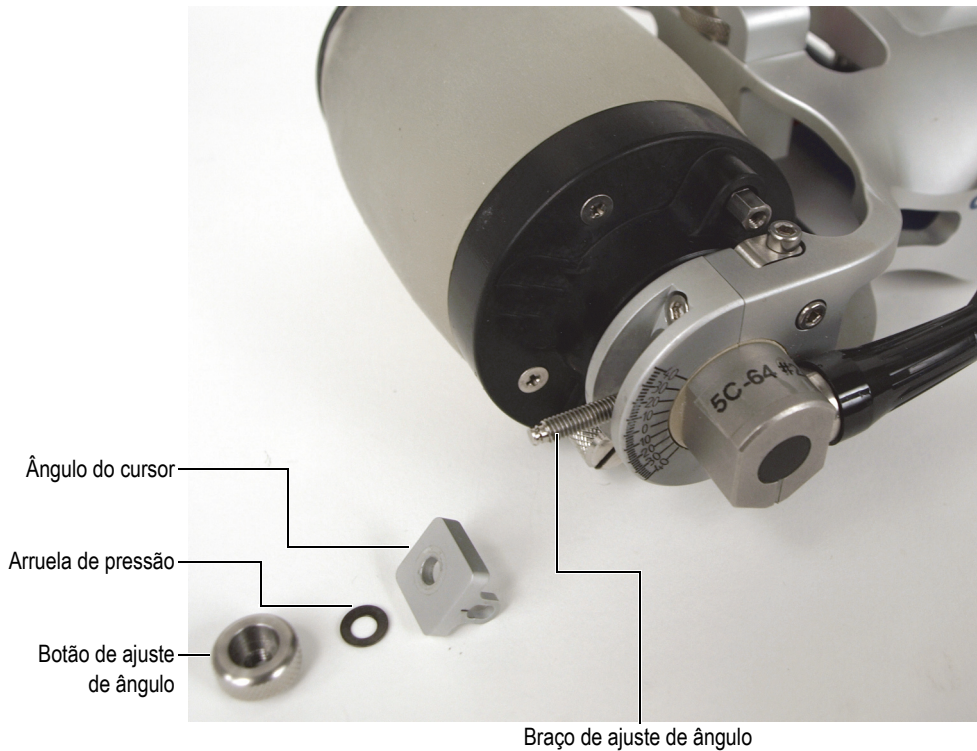

Figura 6-32 Instalação dos componentes de ajuste de ângulo da sonda
6. Instale o cursor de ângulo, a arruela de pressão e o botão de ajuste de ângulo no braço de ajuste de ângulo, que está no lado do cabo da sonda do RollerFORM (Figura 6-32 na página 113).